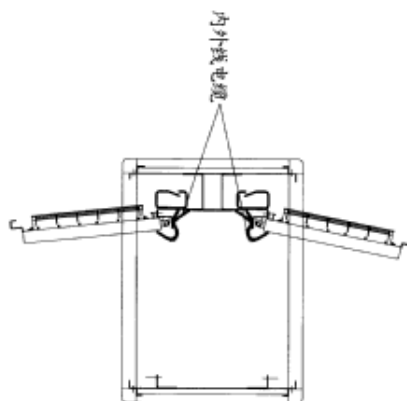

图11
- 5) 把开剥好的内外线电缆依次绑扎到中间过线环和绑线条上，如图11所示；
- 3) 开剥好的内外线电缆依次绑扎到立柱和门背面的扎线孔上，如图11所示；